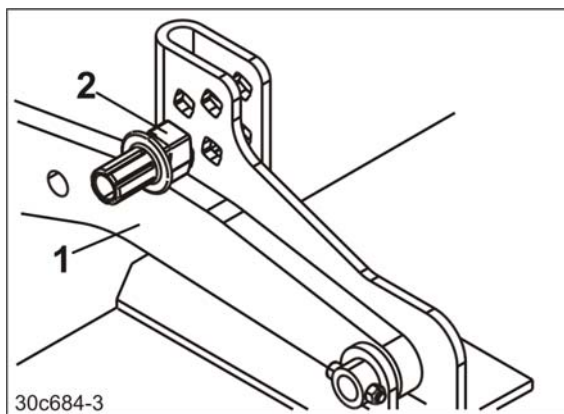

Bild 116
- Bäarmarna (Bild 116/1) stötts på djupregleringsbultarna (Bild 116/2).
7. Kontrollera om båda bäarmarna (Bild 116/1) ligger an mot djupregleringsbulten.